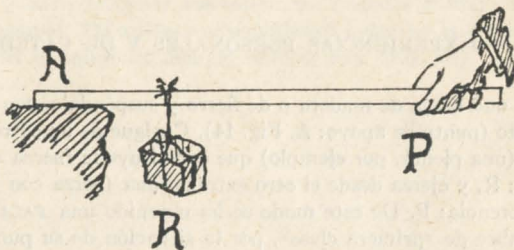

Fig. 15 Palanca de 2.ª clase.
2) Palanca de 2.^a clase es aquella cuyo punto de aplicación de Resistencia se halla entre el punto de apoyo y el punto de aplicación de Potencia. (Fig. 15).